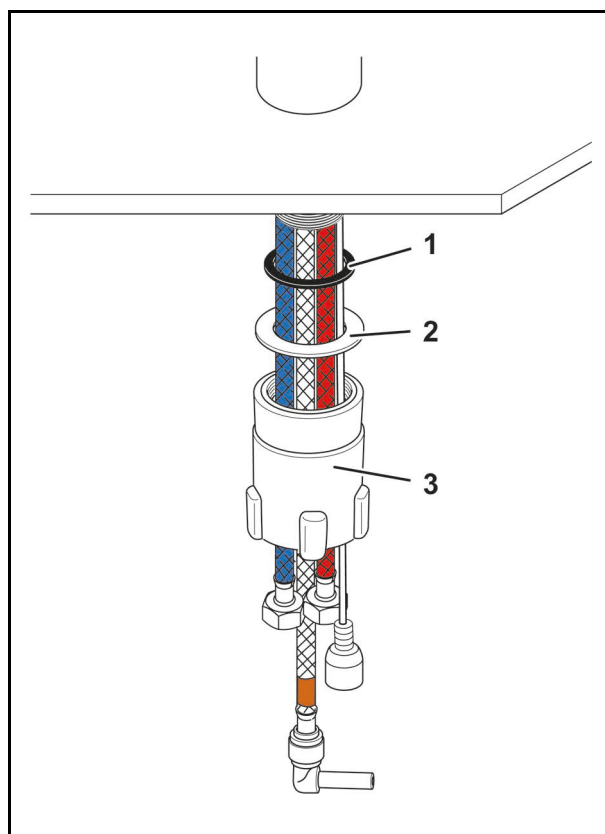

Abb. 19
2. Odkręcić tulejkę montażową (Abb. 19/3) od gwintu armatury.
3. Zdjąć tulejkę montażową (Abb. 19/3).
4. Zdjąć uszczelkę (Abb. 19/1) i podkładkę (Abb. 19/2).